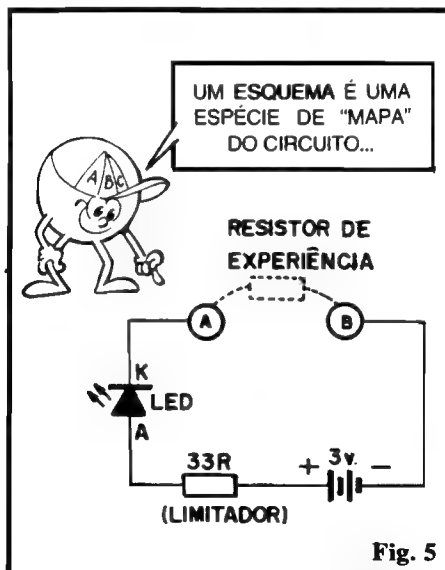
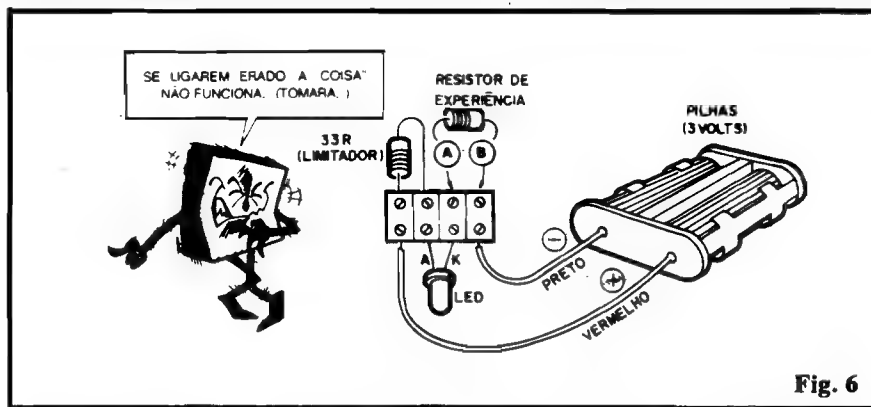

Fig. 5
Fig. 6
- FIG. 5 - Mostra o esquema básico do circuito para as experiências (em essência, é o **mesmo** utilizado para comprovação da Lei de Ohm). Conforme já foi dito, um “esquema” nada mais é do que a “representação” simbólica, em diagrama estilizado, dos componentes reais, e das suas ligações (ou seja: um “mapa” do circuito...). Vocês **já sabem** os símbolos esquemáticos utilizados para representação do LED, do resistor e das pilhas... Observem cuidadosamente o diagrama, identificando cada peça e a ordem e posição em que são interligados...
- FIG. 6 - "Chapeado" da experiência. Compare-a com o esquema (fig. 5) para fazer um "treinamento" de interpretação. Observe com muita atenção, durante a ligação dos componentes, a **polaridade** da alimentação (pilhas), sempre com o fio **vermelho** do suporte referindo-se ao **positivo** e o fio **preto** ao **negativo**. Atenção também à correta identificação dos terminais do LED ("K" é o mais curto, e que sai da peça ao lado de um pequeno chanfro; "A" é o mais longo...). Notar que o resistor de 33R (laranja-laranja-preto) é "fixo", funcionando como "limitador final" para a corrente entregue ao LED. Já o "resistor de experiência" pode ter seu valor variado, **sempre** ligando-o aos segmentos (A) e (B) da barra "Sindal".
Quem não "desmontou" o núcleo da experiência mostrada na fig. 6 pode, facilmente, comprovar a ação do potenciômetro: basta pegar um componente com o valor nominal de 10K, ligar seus terminais 2 e 3 aos segmentos (A) e (B) da barra "Sindal" (fig. 6), girar o eixo do potenciômetro **totalmente** para a direita (lentamente), ou levar o cursor do potenciômetro **deslizante**, todo para uma extremidade e todo para a outra (lentamente), observando a variação no brilho do LED (que, como sabemos, indica proporcionalmente a **CORRENTE** no circuito, que é proporcional à **RESISTÊNCIA** oferecida pelo componente...